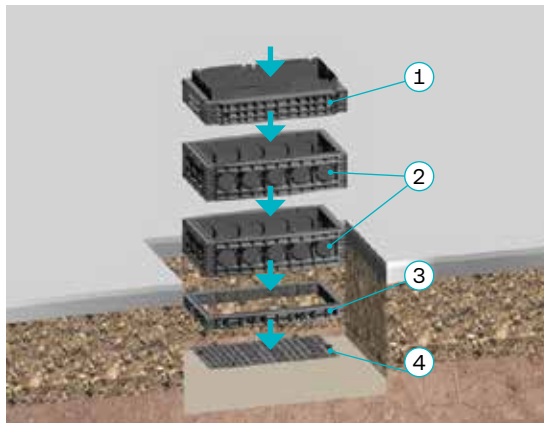
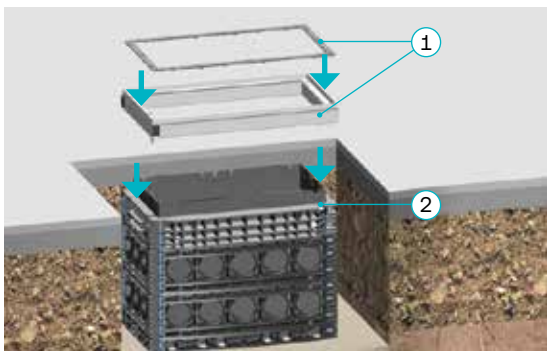

Abb. 14
Abb. 16
- > (siehe Abb. 14 – Abb. 16).